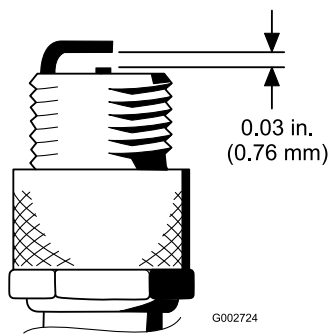

Рисунок 28
4. Установите между центральным и боковым электродами зазор 0,76 мм; см. **Рисунок 28**. Установите свечу зажигания с отрегулированным зазором и уплотнительную прокладку, затяните свечу с моментом 23 Н·м. Если динамометрический ключ не используется, надежно затяните свечу.